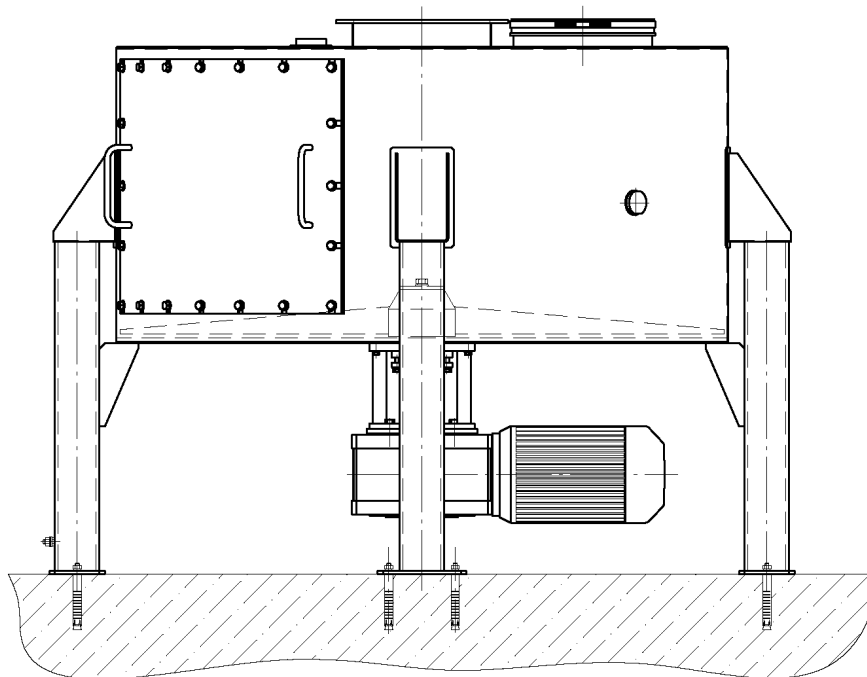

Рис.3 Монтаж УРТ.
5.2.3. Выполнить монтаж УРТ на заранее подготовленные межэтажные перекрытия или металлоконструкции (раму и т.п.), отвечающим требованиям п.8. К УРТ должен быть обеспечен свободный подход. Выверив положение по уровню, УРТ закрепить (в зависимости от условий монтажа) при помощи анкеров или болтов М12 в количестве 8 шт. (см. рисунок 3).